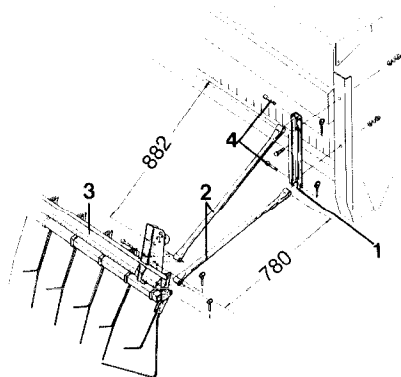

Fig.59
- Het versterkingshoekijzer (Fig. 59/1) rechts en links aan de bovenste aanspanning aan de zaadkast bevestigen.
- Steunpijpen (Fig. 59/2) aan Exakt-egge (Fig. 59/3) en aan de hoekijzers (Fig. 59/1) met pennen (Fig. 59/4) koppelen en borgen met zelfborgende pen.